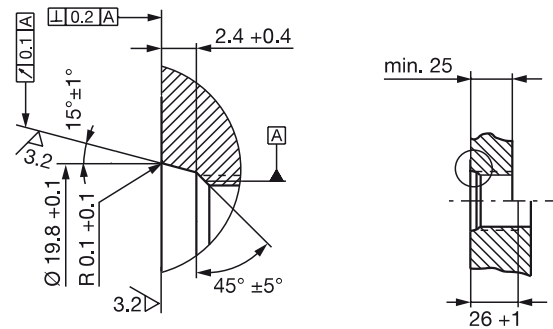
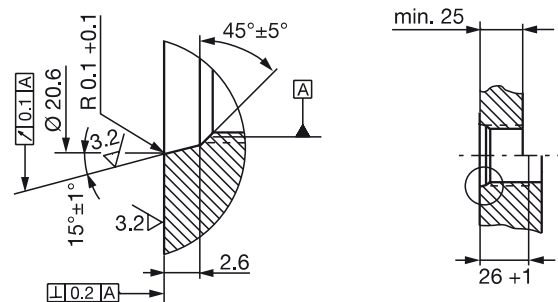

Bild 4-3: Einschraubloch M18 x 1.5 nach ISO 6149
Bild 4-4: Einschraubloch 3/4"-16UNF nach SAE J475
- ▶ Einschraubloch mit Gewinde (gegebenenfalls Ansenkung für den O-Ring) gemäß Bild 4-3 bzw. Bild 4-4 herstellen.